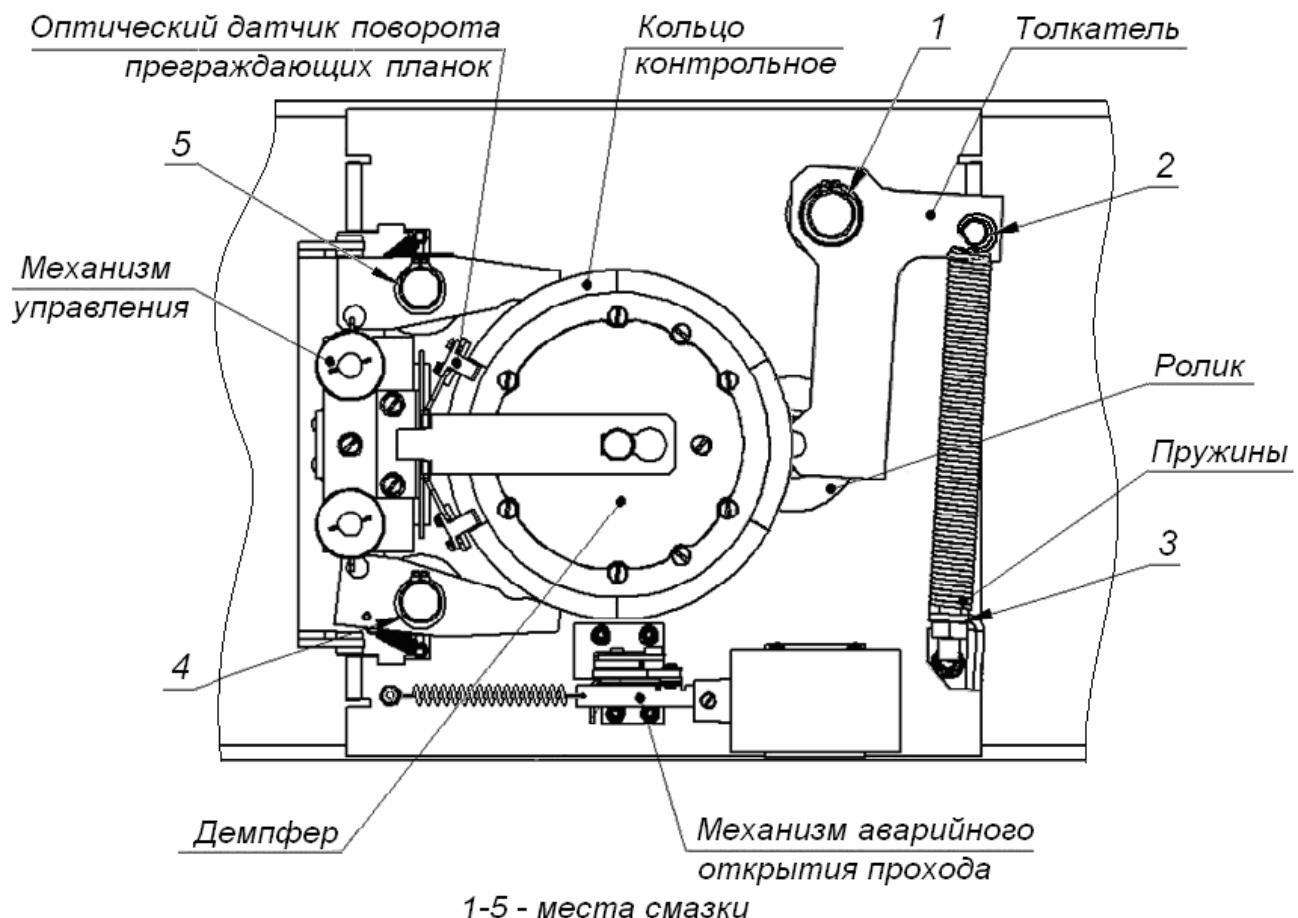

Рисунок 15. Расположение внутренних деталей и узлов стойки ЭП
4. Снимите крышку (3) в порядке, указанном в разд. 6 и положите ее на ровную устойчивую поверхность.
5. Осмотрите устройство доворота (толкатель, пружины и ролик), оптические датчики поворота преграждающих планок и демпфирующее устройство (см. рис. 15).
- смазкой типа **Chain and Rope Lube Spray - WEICON** оси вращения рычага толкателя (1, рис. 15) ролика и стопоров (4, 5, рис. 15);
- смазкой ШРУС-4 точки крепления пружинворота (2, 3, рис. 15).
9. Проверьте крепление преграждающих планок (4) в шарнирных узлах турникета и, при необходимости, подтяните крепежные винты.